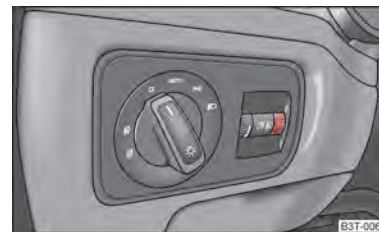

Abb. 38 Schalttafel: Leuchtweitenregulierung
- Drehen Sie den Drehregler ⇒ Abb. 38, bis das Abblendlicht so eingestellt ist, dass andere Verkehrsteilnehmer nicht geblendet werden.